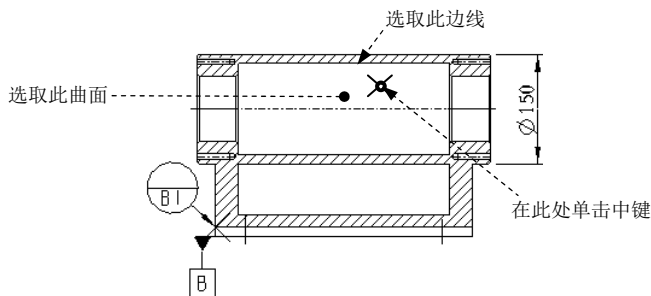

图 5.9.51 设置放置参照
- (1) 在功能选项卡区域的 **注释** 选项卡中单击“几何公差”按钮 .
- (2) 此时系统弹出“几何公差”对话框，在对话框左侧的公差符号区域中，单击  按钮。
- (3) 在 **基准参考** 选项卡中进行下列操作。
- ① 定义公差参照。在 **参考** 区域的 **类型** 下拉列表中选择 **曲面** 选项，选取图 5.9.51 所示的主视图的曲面。
- ② 定义公差的位置。
c) 在图 5.9.51 所示的位置单击鼠标，放置圆柱度公差。